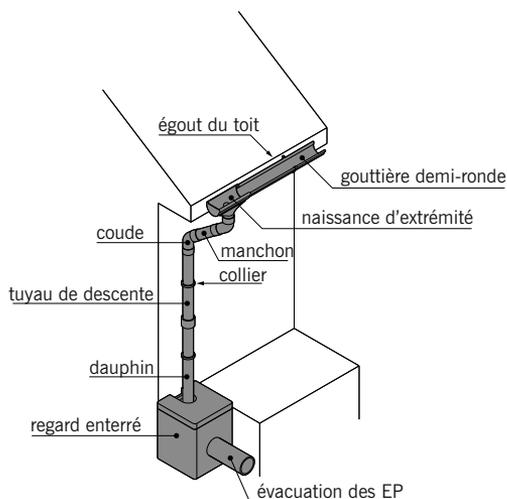

fig. 7.53
■ Les **eaux pluviales (EP)** : eaux provenant des précipitations atmosphériques (chutes de neige, pluie, grêle) qui, tombant sur les toits et les toitures-terrasses, sont collectées par le *réseau d'évacuation des eaux pluviales* qui les dirige vers le milieu naturel.
■ Le **réseau d'évacuation des eaux pluviales** (fig. 7.53) : ensemble des ouvrages qui collectent les eaux pluviales ruisselant sur les toits et celles tombant sur les toitures-terrasses pour les conduire à l'égout. Les éléments qui constituent le réseau peuvent être métalliques (zinc, cuivre, fonte, aluminium laqué) ou en PVC.
■ L'**égout** (fig. 7.53) : partie basse de la couverture vers laquelle s'écoulent les eaux pluviales pour être ensuite récupérées dans une gouttière ou un chéneau.
■ Le **tuyau de descente** appelé communément la **descente** (fig. 7.53) : canalisation verticale ou très inclinée de section circulaire ou rectangulaire, destinée à récupérer les eaux pluviales collectées par la gouttière pour les évacuer au niveau du sol. La mise en place de tuyaux de descente nécessite l'emploi de raccords tels que les coudes, culottes et manchons (fig. 7.60).